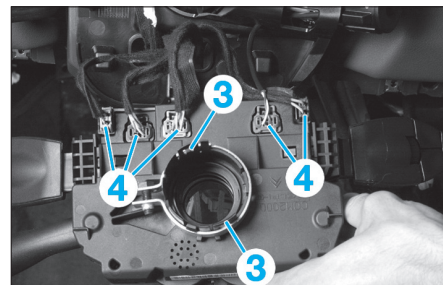

Fig. 5
- Décliper les 2 languettes (3) du contacteur tournant et tirer sur celui-ci pour le dégager (Fig.5).
- Débrancher les connecteurs (4) et déposer le contacteur tournant (Fig.5).